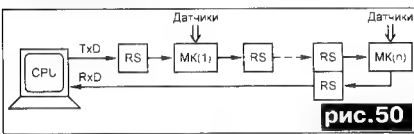
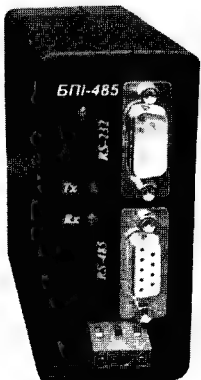

рис.50
рис.51
Топология «кольцо» позволяет избавиться от переключателя (рис.50), зато появляются недостатки: большие задержки времени на опрос датчиков, усложненный алгоритм функционирования, низкая надежность (обрыв любого соединительного провода приводит к «рассыпанию» всей сети). Квадратами «RS» на схеме показаны микросхемы-драйверы интерфейсов RS-232, RS-422, RS-485 или радиоудлинители. Для сопряжения ПК с МК(1) можно использовать один из промышленных конверторов RS-232/RS485 (рис.51).